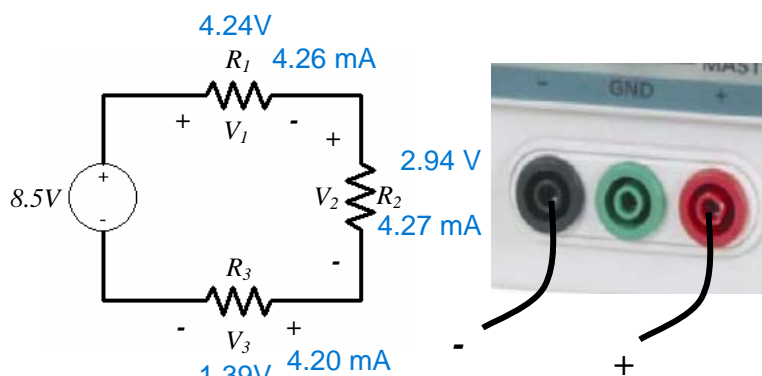
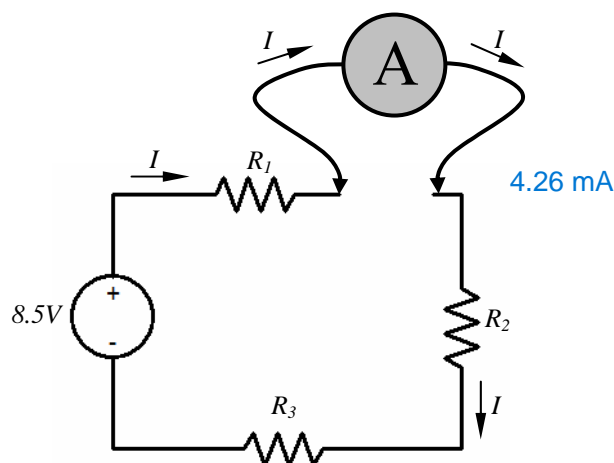

Fig. 1.3
Fig. 1.4
Monte na placa branca o circuito da fig. 1.3 com $R_1 = 1k\Omega$, $R_2 = 680\Omega$ e $R_3 = 330\Omega$. A fonte independente de tensão é a fonte DC que tem na bancada (a secção *master* ou a *slave*). Ligue esta fonte DC ao circuito só depois de a ter ajustado, para o valor de tensão pretendido (8.5V).
a) Usando este procedimento, meça a corrente no circuito da fig. 1.3 (veja a fig. 1.4).